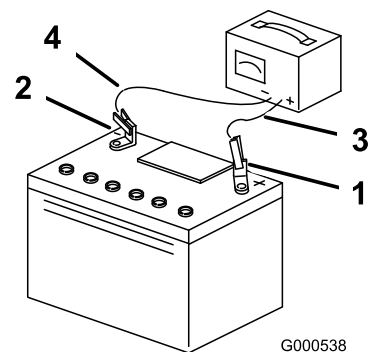

Bild 45
4. Wenn die Batterie voll geladen ist, ziehen Sie den Stecker des Ladegeräts aus der Steckdose. Klemmen Sie dann die Klemmen des Ladegeräts von den Batteriepolen ab (Bild 45).